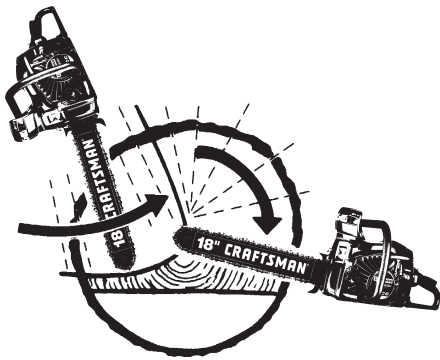

Fig. 15
2. Cuando el diámetro del tronco sea mayor que la longitud de la barra, Realice dos cortes, como se muestra en la (Fig. 15).